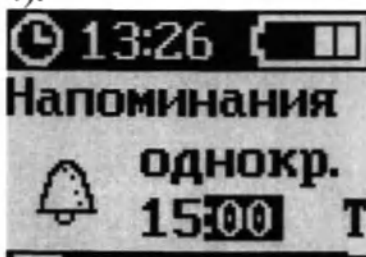

Рисунок 174 – Экран «НАПОМИНАНИЯ»
7. Нажать кнопку «ОК» для подтверждения ввода и перехода к установке минут напоминания (рисунок 174).